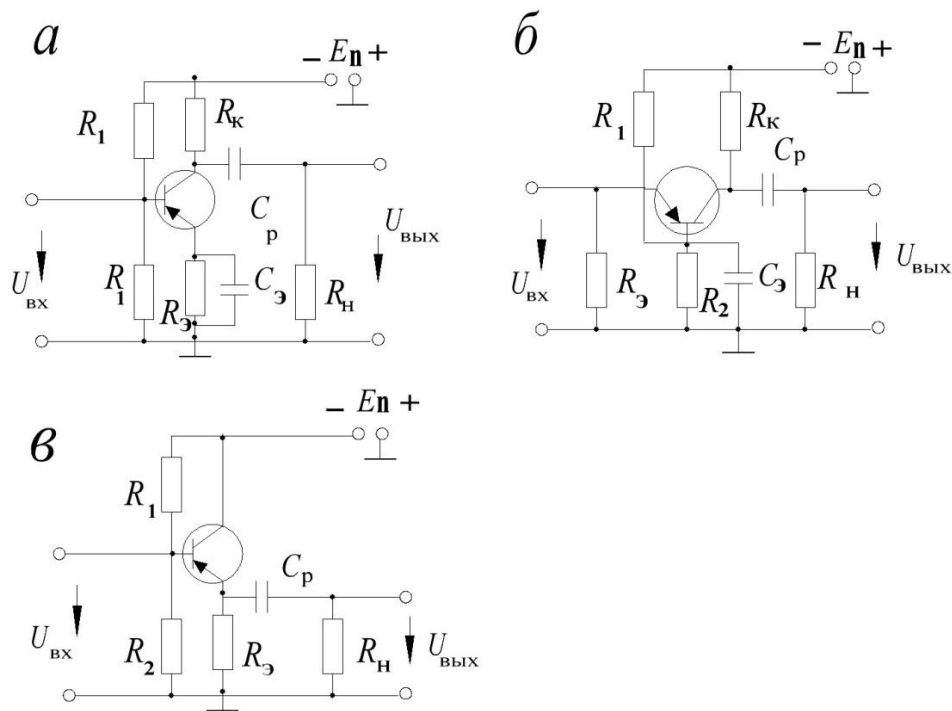

Рис.6 Усилительные каскад с ОЭ (а), ОБ (б), ОК (в)
- с общим эмиттером - ОЭ (рис. 6а);
- с общей базой - ОБ (рис. 6б);
- с общим коллектором - ОК (рис. 6в).
В задании рассчитывается каскад транзисторного усилителя напряжения низкой частоты с реостатно-емкостной связью. Транзистор включен по схеме с общим эмиттером (рис.6а).